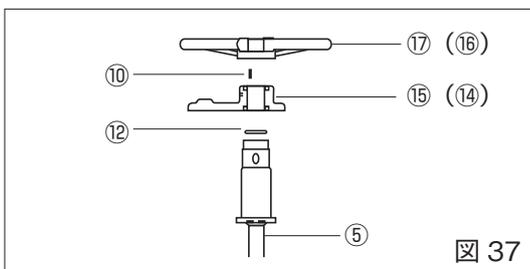

図 37
2. ハンドル⑰ (⑱) を駆動部台⑱ (⑭) より抜き取ることにより、一緒にキー⑩、弁棒⑤、スラストベアリング⑫が外れます。(図 37)